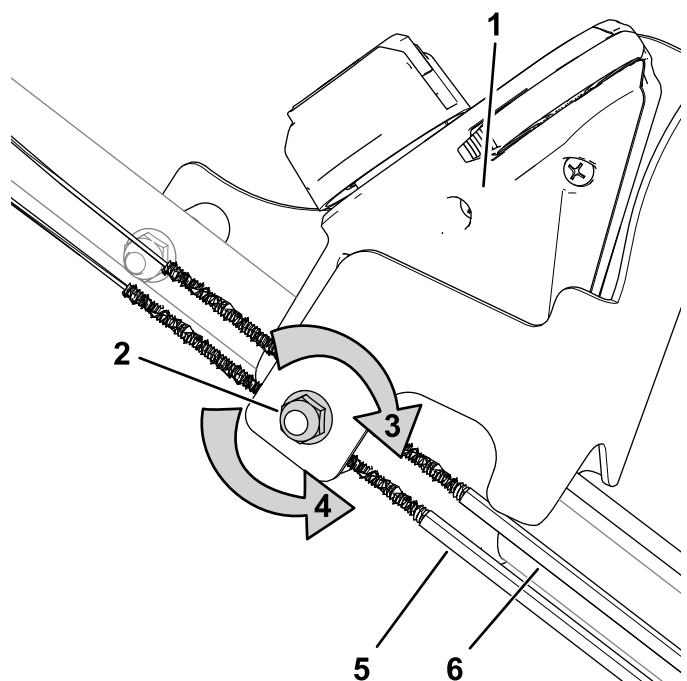

Figura 27
1. Girate il dado di regolazione in senso antiorario per allentare la regolazione del cavo (Figura 27).
2. Regolate la tensione dei cavi (Figura 27) tirandoli indietro o spingendoli in avanti e poi mantenendoli in tale posizione.